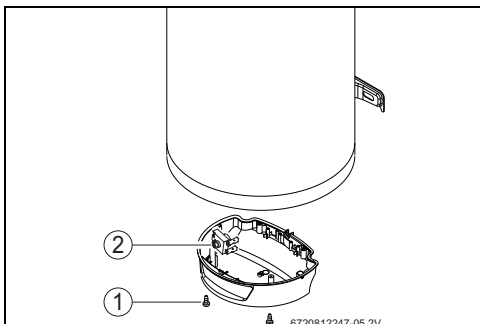

Fig. 14 Botón contra perturbaciones
- Desatornillar los tornillos y extraiga la tapa del acumulador de agua caliente (Fig. 14, [1]).
- Pulsar completamente el botón contra perturbaciones (Fig. 14, [2]).